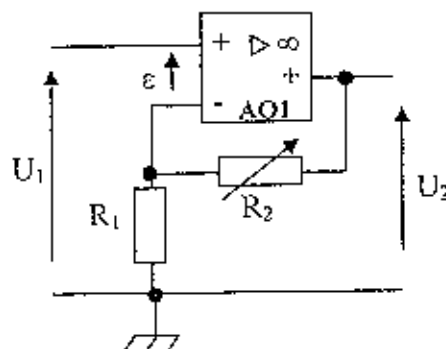

Figure 6
La tension U_1 est appliquée à l'entrée du montage de la figure 6.
- B.2.2. Le montage de la figure 6 est-il inverseur ou non-inverseur ? Pourquoi ?